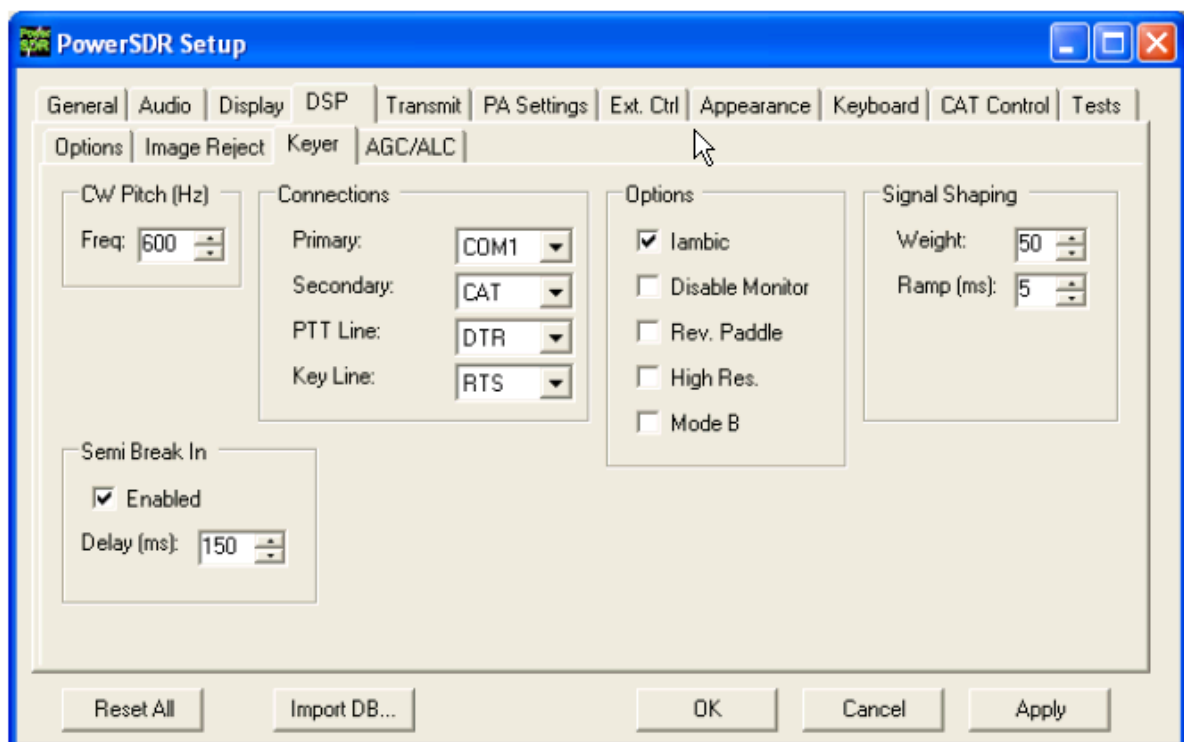

Bild 133: Setup Form – DSP Tab, Keyer Sub-Tab
Wenn Sie die interne PowerSDR-Tastung verwenden wollen, gehen Sie zur Karteikarte DSP > Keyer. (siehe auch Bild 133). Viele der Regler von dieser Karteikarte finden Sie auch bei den Sendearten-Reglern (8) im Hauptfenster in der Mitte unten.